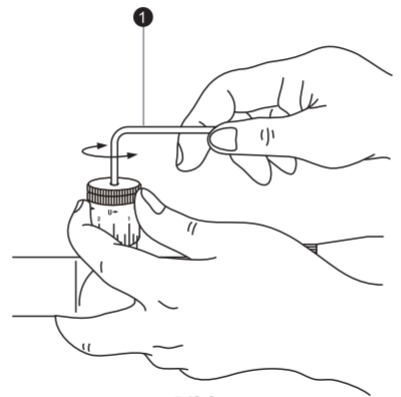

Bild 3-3
Håll justeringsratten med fingrarna och undvik att vrida den från den inriktade skalringen, vrid skruven på justeringsrattens ovansida moturs med den medföljande insexnyckeln (1) så att skruven går att avlägsna. Ta sedan bort justeringsratten (bild 3-3).